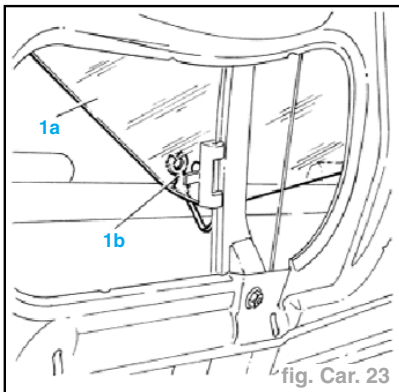

fig. Car. 23
- Détacher la glace (**1a**) de sa retenue (**1b**), placer ensuite l'axe d'entraînement en fin de course inférieure (fig. Car. 23).